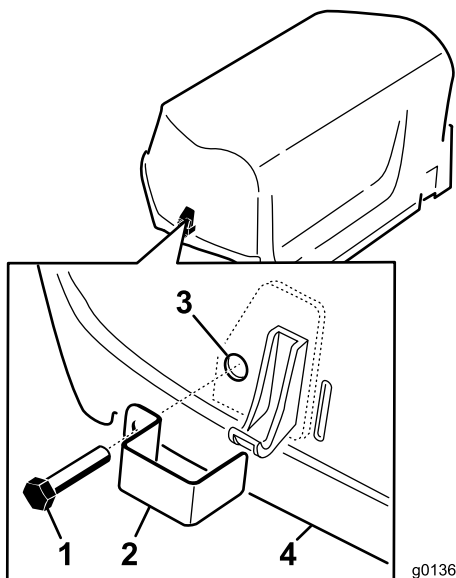

Рисунок 7
1. Установите скобы над левой и правой защелками капота, используя самонарезающий болт (всего 2 шт.) (Рисунок 7).
2. Используя плоскогубцы или разводной ключ, навинтите на каждый болт стопорную шайбу с внутренним зубом (1-2 витка) для фиксации болта. (Рисунок 7).